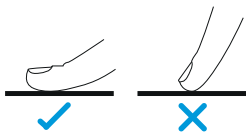

Fig. 1
- Sempre utilize uma boa superfície de contato do dedo para acionar as teclas do cooktop (Fig. 1)